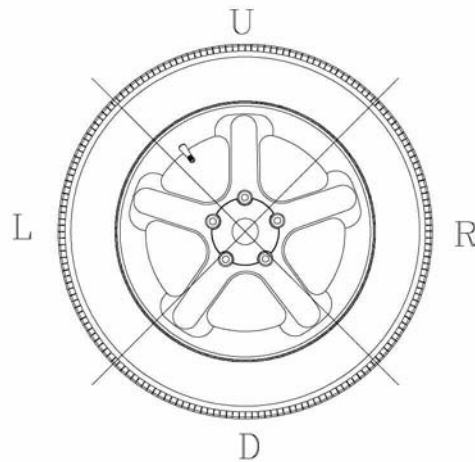

Figure 24
C. La masse d'équilibrage est peut-être mal positionnée. Pour vérifier cela, positionner la roue à la position de correction de la surface externe. Si la masse d'équilibrage posée se trouve dans les secteurs L ou R (fig.24), déplacer la masse d'un pouce (2,54 cm) vers le haut. Si la masse d'équilibrage se trouve dans le secteur D, couper une partie de la masse pour correspondre à la valeur affichée dans l'écran de droite, ou remplacer la masse par une plus légère. Si la masse d'équilibrage se trouve dans le secteur U, ajouter une masse selon la valeur affichée, ou remplacer la masse par une plus lourde. Répéter cette procédure pour la surface intérieure.